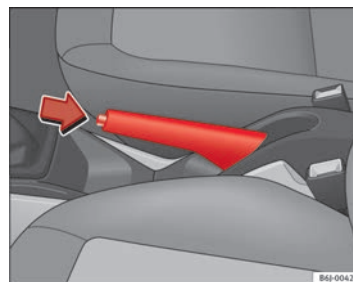

Abb. 110 Handbremse zwischen den Vordersitzen
⇒ Abb. 110.
- Ziehen Sie den Hebel etwas nach oben, drücken Sie die Entriegelungstaste in Pfeilrichtung ⇒ Abb. 110 und führen Sie den Handbremshebel ganz nach unten ⇒